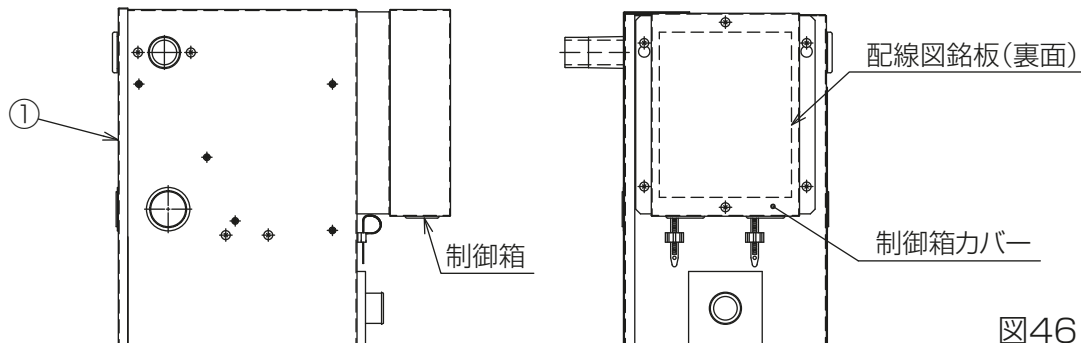

図46
- (1) 品番①ドレンアップメカの制御箱カバーを取外してください。[図46]
- (2) LH-WPR-C形に取付ける場合、取外した制御箱カバーの裏面に貼付けてある配線図銘板の上に品番⑤配線図銘板を貼付けてください。[図46]